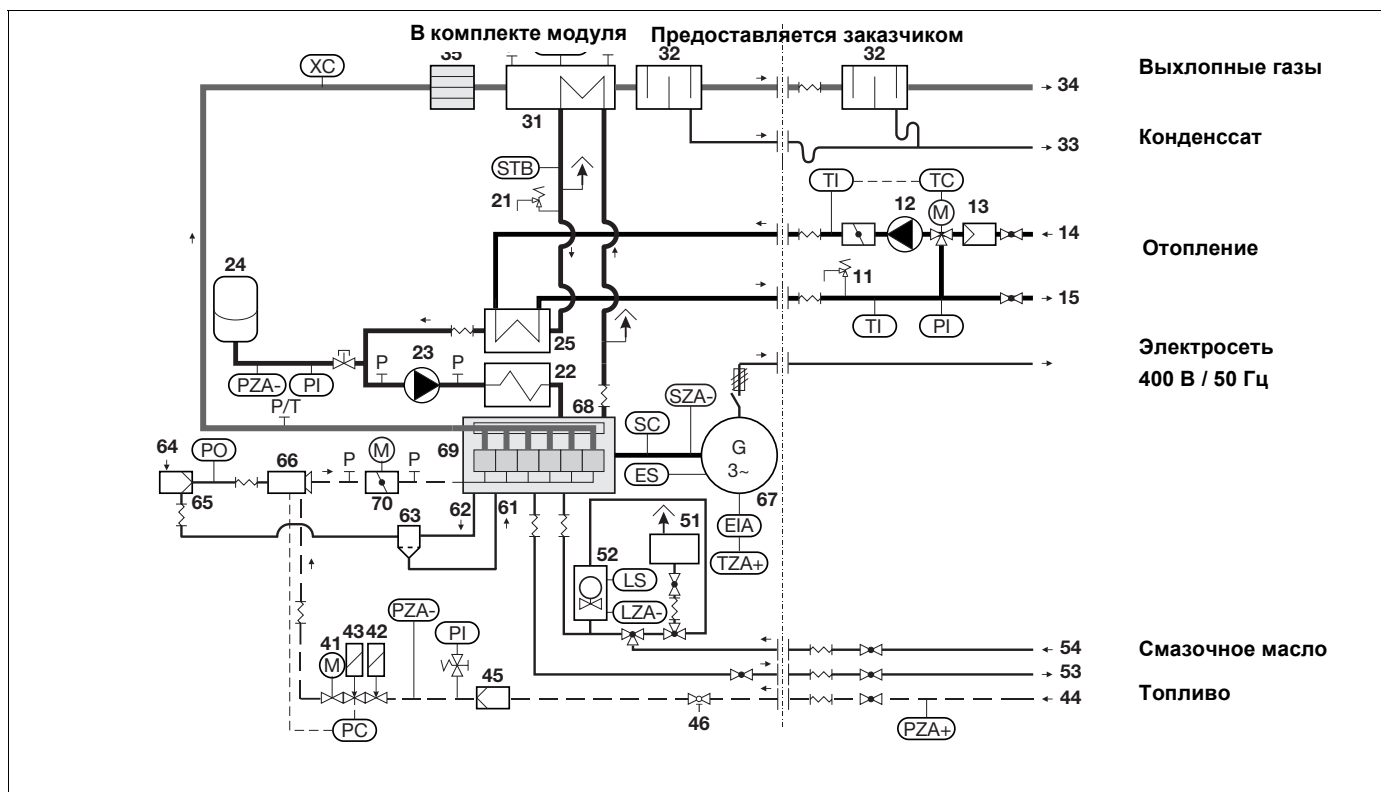

Рис. 9 Технологическая схема модуля блок-ТЭС с возможными внешними подключениями
Экспликация к рис. 9
- Компоненты схемы и точки измерений в системе отопления, монтируемой заказчиком, следует располагать в соответствии с технологической схемой внешних подключений модуля блок-ТЭС (рис. 9 на странице 13). Сюда относятся: